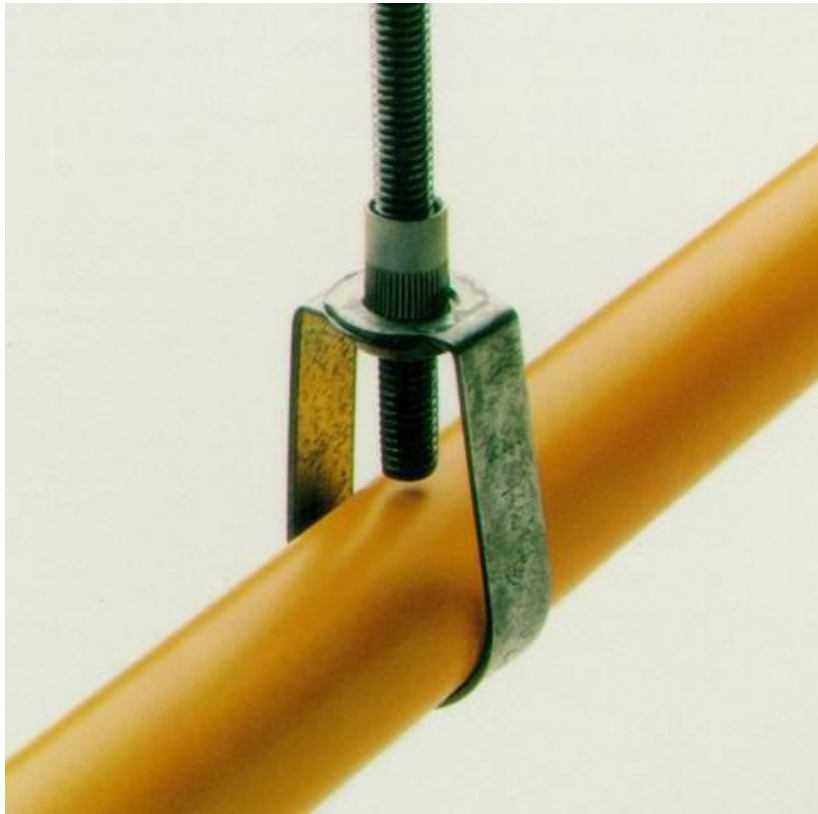

Рисунок 6
6.4 При истечении огнетушащего вещества из оросителя (распылителя), на трубу действует значительная сила реакции. Сила реакции вызывает вертикальное смещение недостаточно закрепленной трубы вверх, особенно если ороситель стоит на трубе малого диаметра. При установке оросителя на трубу ближайшее крепление должно фиксировать трубу от вертикального перемещения. Такая фиксация выполняется различными путями, включая крепление стандартной скобой резьбовой шпильки на расстоянии 1,5 – 3 мм над трубой (рисунок 6) или применение разрезного кольца либо охватывающего подвеса.